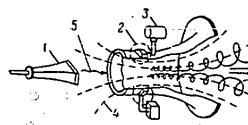

Рис. 2. Принципиальная схема двигателя, непрерывного действия.
В электромагнитных двигателях, или как их еще называют в магнитогидродинамических, плазма, полученная при помощи электрической дуги или индукционного нагрева, ускоряется магнитным полем. Эти двигатели подразделяются на импульсные и непрерывного действия. На рис. 2 показан двигатель непрерывного действия, в котором происходит взаимодействие высокочастотного электрического поля с постоянным магнитным полем. В результате этого плазма вращается и одновременно ускоряется в направлении магнитного сопла, которое используется для образования спиралевидного движения в плазме. Работает такой двигатель следующим образом. С помощью специального устройства (3) рабо-